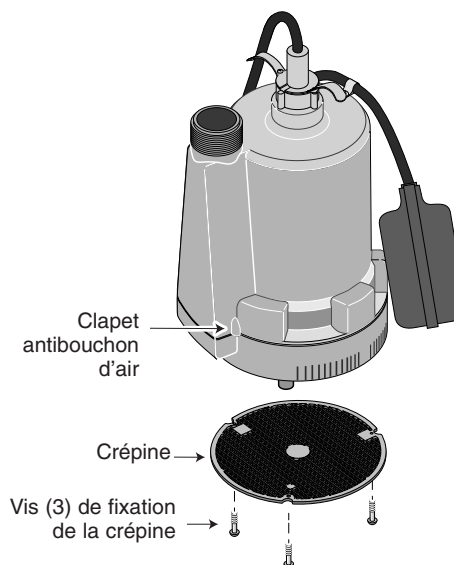

Figure 1 - Pour nettoyer la crépine et le clapet antiboucheur d'air et pour brancher l'interrupteur à flotteur.
4. Pour nettoyer la crépine, déposer les trois (3) vis de fixation de la crépine sur le socle de la pompe (se reporter à la Figure 1), puis déposer et nettoyer la crépine.
Un petit trou est pratiqué dans le corps de cette pompe. Se reporter à Figure 1. C'est ce qu'on appelle un clapet antibouchon d'air. Si on soupçonne qu'il y a un bouchon d'air, introduire une épingle ou du nettoyant de tuyau dans le trou antibouchon d'air pour enlever les débris.